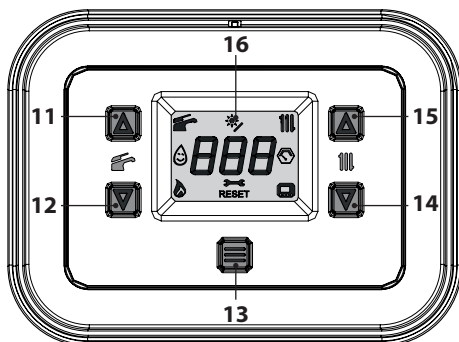
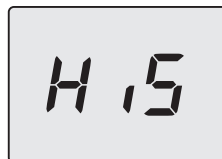
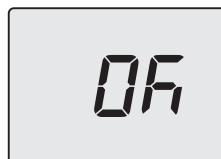

Figura 9.1
Figura 9.2
Figura 9.6
Entrare in "modalità programmazione" premendo contemporaneamente per 5 secondi i tasti 12 e 14 (Figura 9.1) fino a far apparire sul display LCD le lettere **HIS** che indicano il menu "Storico delle caldaia" (Figura 9.2).
- Premendo il tasto 13 (Figura 9.1) si ottiene la conferma del valore inserito. Il display visualizzerà per 5 sec. quanto segue (Figura 9.6) poi, si porterà al livello superiore.
- tenere premuti contemporaneamente i tasti 12 e 14 per 5 sec. (Figura 9.1) (ritorno al livello precedente).